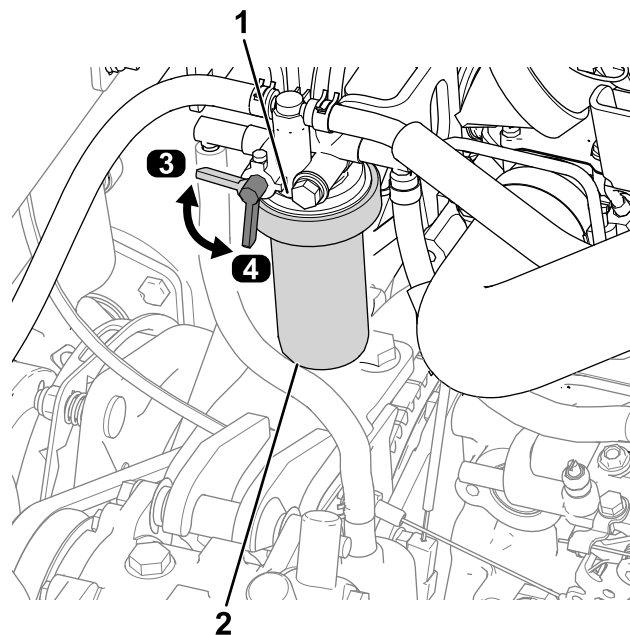

Figure 57
- Nettoyez la surface autour de la tête du filtre à carburant (Figure 57).
- Déposez le filtre et nettoyez la surface de montage de la tête du filtre (Figure 57).
- Tournez le levier du robinet d'arrivée de carburant à la position OUVERTE (Figure 57).
- Tournez le levier du robinet d'arrivée de carburant à la position FERMÉE (Figure 57).